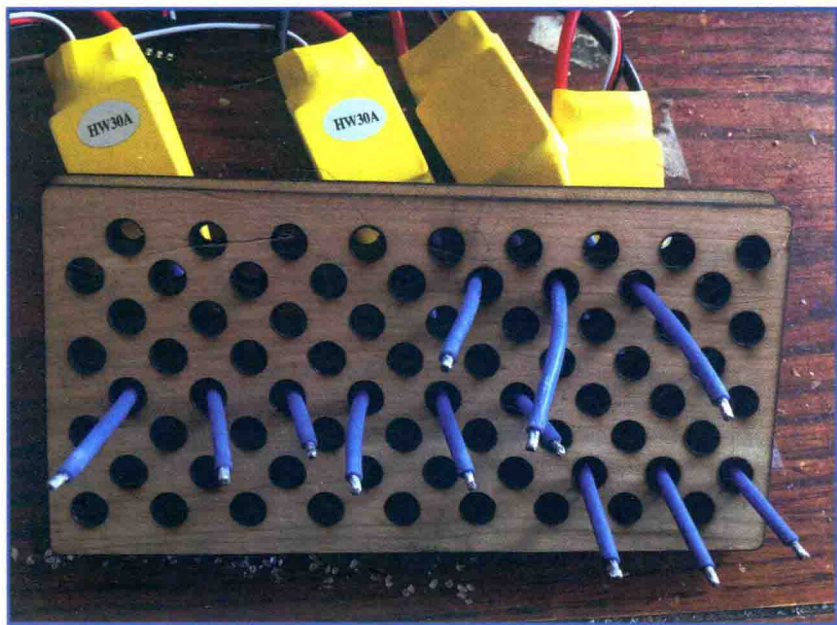

图 10.6 将电线一端的绝缘套剥去一小段
2. 剥线。将电线两端的绝缘套剥去一小段，如图 10.6 所示，图中可以看到 4 个 ESC 的电线同时准备好，插入用激光打孔的木板中。许多 ESC 和其他组件的电线都预先剥好。